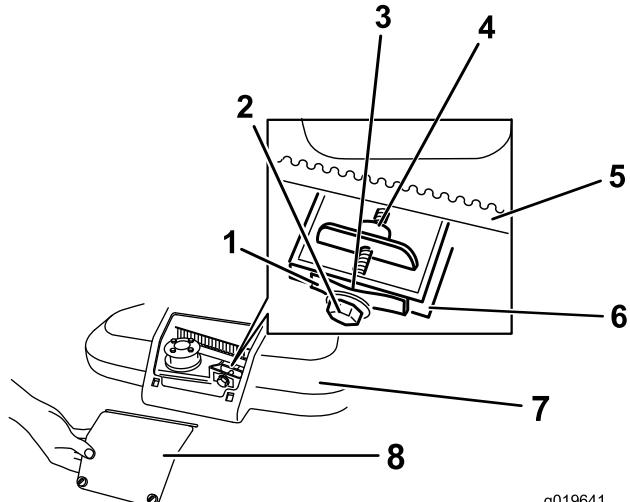

Figure 39
- Desserrez les 2 vis qui se trouvent sur le panneau du couvercle de courroie, et déposez le panneau (Figure 39).
- Tenez une jauge d'épaisseur de 0,255 mm, un morceau de papier, ou une carte contre la paroi et faites-le glisser derrière le ressort de tension de courroie (Figure 39).
Remarque: S'il y a un espace visible entre la jauge et le ressort, serrez le boulon et l'écrou de réglage jusqu'à ce que le papier puisse tout juste glisser à travers l'espace (Figure 39).